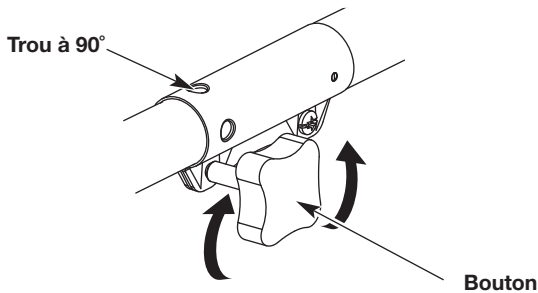

Fig. 1
1. Desserrez le bouton en le tournant dans le sens inverse des aiguilles d'une montre (Fig. 1).
3. Serrez le bouton en le tournant dans le sens des aiguilles d'une montre (Fig. 1).
**ATTENTION :** Avant d'utiliser cet appareil, assurez-vous que le bouton-ressort est bien enclenché dans le trou à 90°, et que le bouton (Fig. 1) est bien serré. Utiliser le mauvais trou pourrait causer des blessures personnelles ou endommager l'appareil.